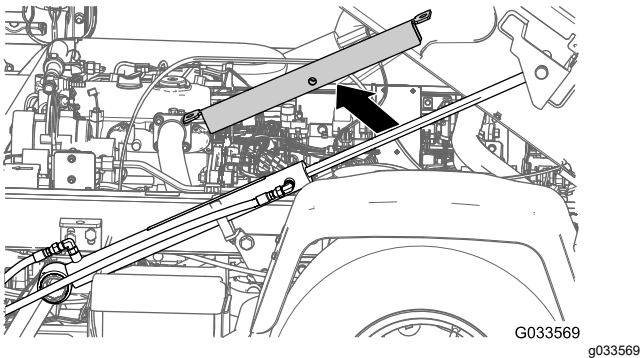
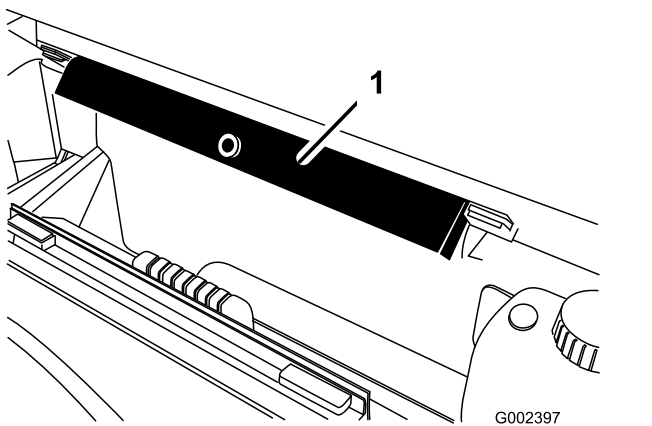

图 34
图 35
2. 从提升油缸上卸下货斗支架然后将其存放在 ROPS 面板背面的存放支架中图 34 和图 35。